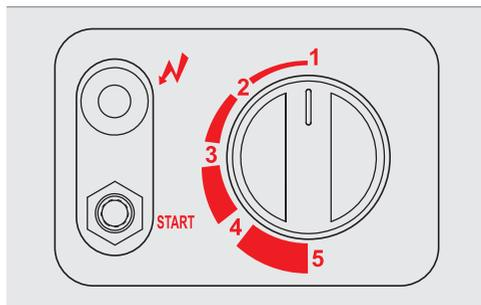

Abb. 5: Bedienfeld
2. Drehen Sie den **Temperaturregler** (Abb. 5) auf die **höchste Stufe** (5).
Dieser Gas-Heizofen ist mit einem Thermostat ausgestattet. Mit Hilfe des Temperaturreglers (siehe Abb. 5) legen Sie die am Thermostat gefühlte Temperatur (=Thermostat-Temperatur) fest. Beachten Sie hierbei, dass die am Thermostat gefühlte Temperatur und die Raumtemperatur nicht exakt übereinstimmen. Abhängig von den jeweiligen Umgebungsbedingungen (z. B. Außentemperatur, Isolierung und vor allem aber Bodentemperatur) können die angegebenen Temperaturbereiche abweichen. Folgende Tabelle gibt einen Überblick über die verfügbaren Temperatur-Regelbereiche:
Drehen Sie den **Temperaturregler** (siehe Abb. 5) so, dass die Markierung auf die gewünschte Position zeigt. Ist die eingestellte Thermostat-Temperatur erreicht, schaltet der Ofen automatisch auf die kleinste Heizstufe (2,5 kW) zurück. Der Heizofen schaltet sich dabei nicht komplett ab.